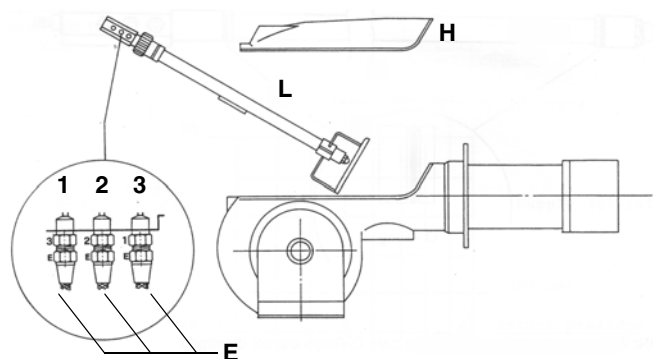

Fig. 24
- Svitare i connettori nafta E (Fig. 24) che fissano i flessibili nafta alla lancia L e rimuovere il gruppo completo come mostrato in figura.